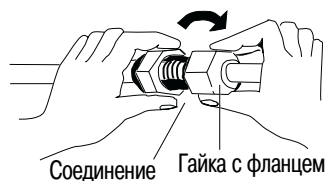

Рис. 29
- Для обеспечения правильного соединения совместите подсоединяемую трубу с раструбом, затем навинтите, не затягивая, гайку с фланцем, чтобы получить ровное соединение (рис. 29).